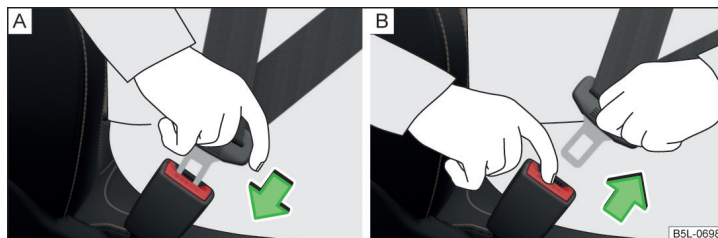

Fig. 19 Fixarea sau desfacerea centurii de siguranță
- › Introduceți clema de fixare în catarama aferentă a centurii de siguranță » fig. 19 - [A] până când se fixează cu un clic.
- › Prindeți clema de fixare și apăsați tasta de culoare roșie de pe catarama centurii » fig. 19 - [B], clema de fixare sare în exterior.